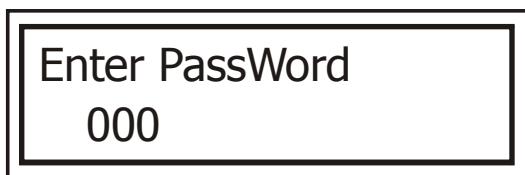

Рис. 8
2. Нажмите ←. На дисплее появится надпись «Enter PassWord» с требованием ввести пароль. Нажмите ↓, чтобы изменить пароль на «001» (рис. 8):